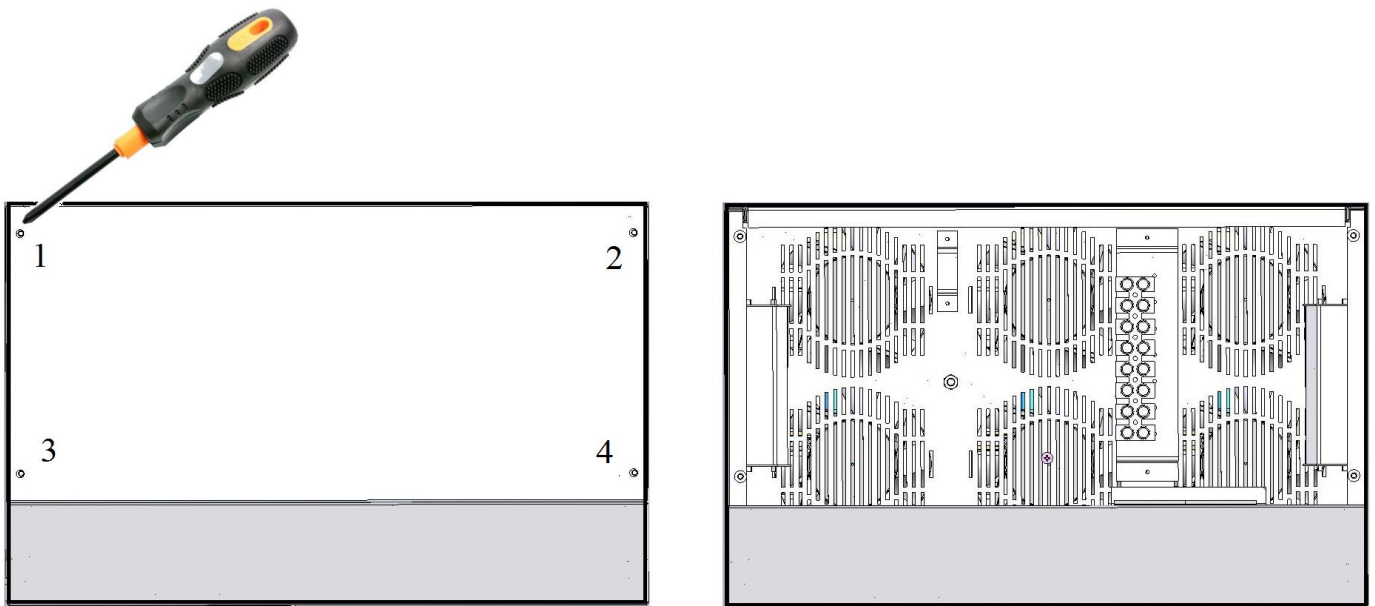

Рисунок 6. Схема зняття захисної кришки зверху корпусу стабілізатора
2. За допомогою викрутки відкрутити 4 гвинти захисної кришки з верхньої частини стабілізатора для доступу до клемної колодки ( див. рисунок 6 ).